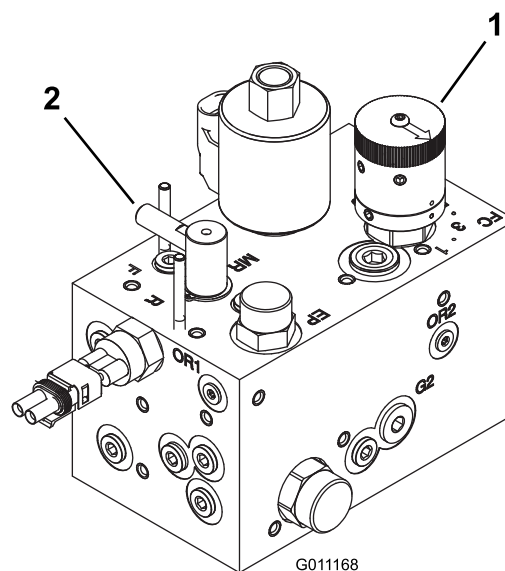

Figure 47
3. Tournez le bouton de commande de vitesse des cylindres (Figure 47) à la position correspondant au numéro trouvé à l'opération 1.